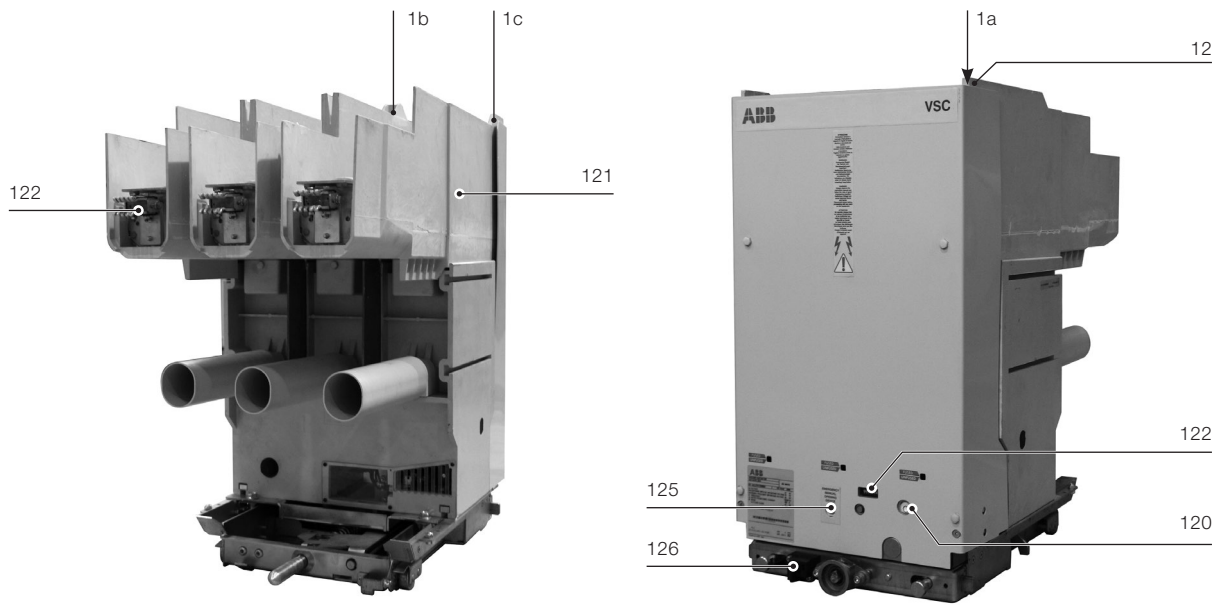
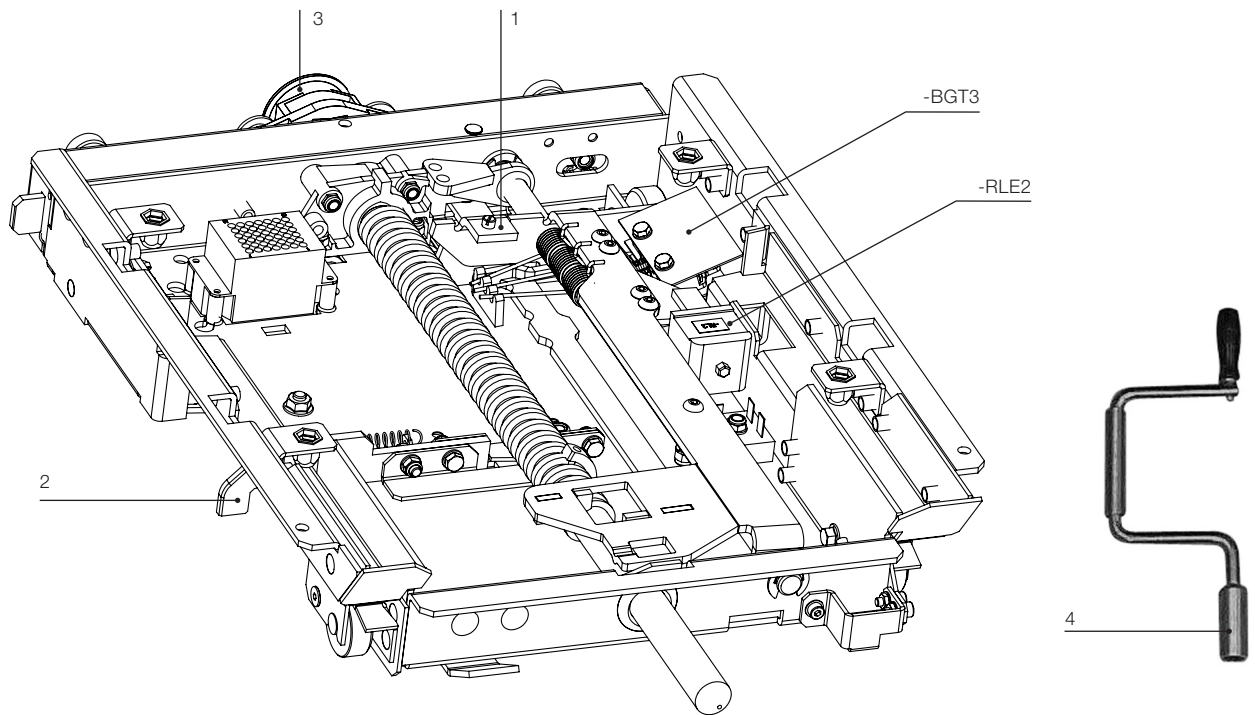

Fig. 12
Fig. 12a - Dispositifs de verrouillage sur le chariot de débrogage.
- un porte fusibles avec connexions pour fusibles (121). Dans la partie haute de la protection il y a des butées 1a, 1b et 1c (fig. 12 - page 29) d'actionnement des contacts de la cellule pour la signalisation de la position de embroché/sectionné
- une signalisation mécanique ouvert/fermé (120)
- Verrouillage électrique qui empêche la fermeture du contacteur quand le chariot ne se trouve pas dans les positions « embroché » (200 mm), « test » (47,5 mm) et « débroché » (0 mm) (-BT3) (fig. 12a).
- Verrouillage mécanique qui en position de fermé, empêche l'embrochage et le débrochage du contacteur et la fermeture du contacteur quand le chariot ne se trouve pas dans les positions « embroché », « test » et « débroché » (1) (fig. 12a).
- Electro-aimant de verrouillage sur le chariot du contacteur qui empêche l'embrochage ou le débrochage en cas de manque de tension (-RLE2) (fig. 12a).
- Verrouillage mécanique qui empêche l'embrochage du contacteur si la porte de la cellule n'est pas fermée (exige le verrouillage réciproque dans la partie fixe) (126).
- Verrouillage mécanique pour la position de « test » (2) (fig. 12a).
- Verrouillage pour courants divers (5) (fig. 12a).